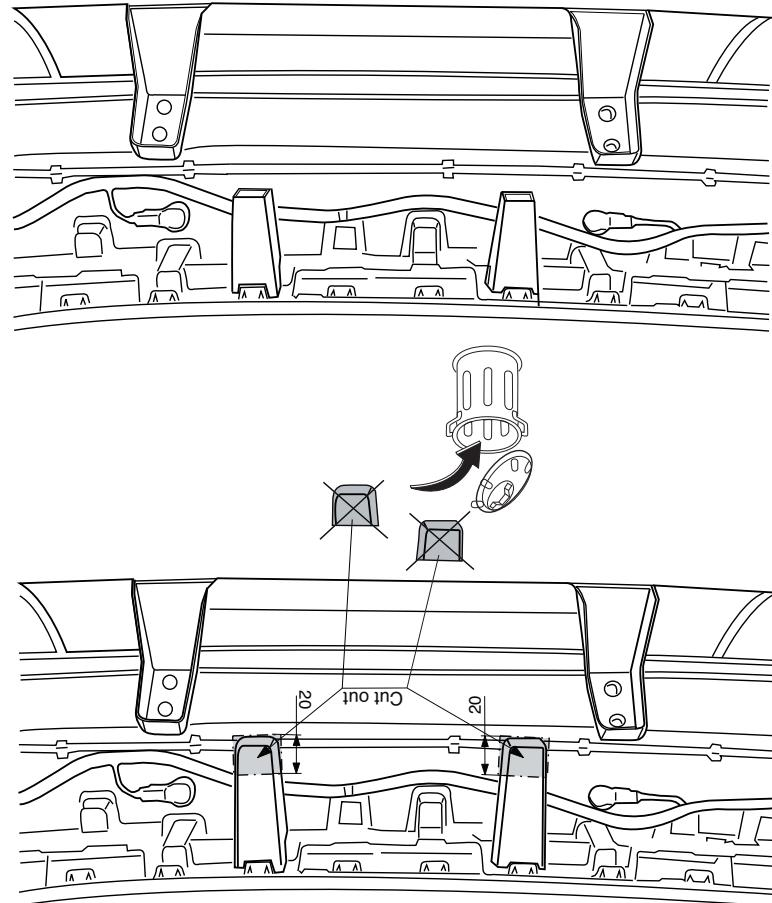

Fig. 3
10. Saw out from the bumper innerwork the section indicated in fig. 3.
10. Gemäß Fig. 3. die angegebenen Stücke aus der Stoßstangeninnenverkleidung heraussägen.